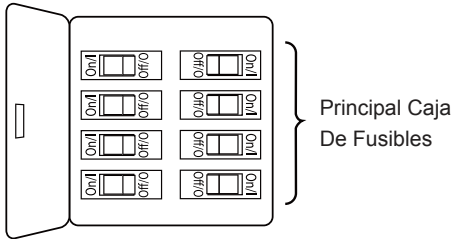

Figura 1
Uso de perfil bajo (Figura 1)
1. Extraiga la pieza de la bola colgante de la unidad de la bola colgante / varilla aflojando el tornillo de presión de la bola colgante hasta que la bola se libere de la varilla. Retire el pasador del barral y luego extraiga la semiesfera. Conserve el pasador y la semiesfera para su reinstalación en el Paso 6. (Figura 1)
Para evitar una posible descarga eléctrica, asegúrese de cortar la alimentación eléctrica de la caja de fusibles principal antes de colgar el ventilador. (Figura 1)
- ☐ 1. Para configurar el código de unidad del receptor. Deslice los interruptores de código a las mismas posiciones que en el transmisor. (Figura 1)
- ☐ 1. Ensamble la base girando y teniendo cuidado de no pisar los cables el chavetero de la base sobre el tornillo de reborde de la abrazadera para colgar. Ensamble por completo el segundo tornillo de reborde que antes había retirado y ajústelo. Presión Ligeramente e inclina el motor para tener más espacios para fijar los tornillos del hombro. (Figura 1)
- ☐ 1. Deslice con cuidado las aspas a través de la ranura, como se muestra. Asegúrese de que la muesca de la pala esté completamente colocada en el tornillo hexagonal de cabeza hueca. Fije las ocho palas correctamente usando las placas de las palas y los tornillos de cabeza de botón. (Figura 1)
- ☐ 1. Extraiga uno de los tres tornillos del soporte ubicado en la parte inferior de la unidad del motor. Guárdelos para después y afloje levemente los otros dos tronillos. (Figura 1)
El uso de un regulador de la intensidad completa (no incluido) para controlar la velocidad del ventilador dañará el dispositivo. Para reducir el riesgo de incendio o descarga eléctrica, no utilice dicho regulador para controlar la velocidad del ventilador. (Figura 1)